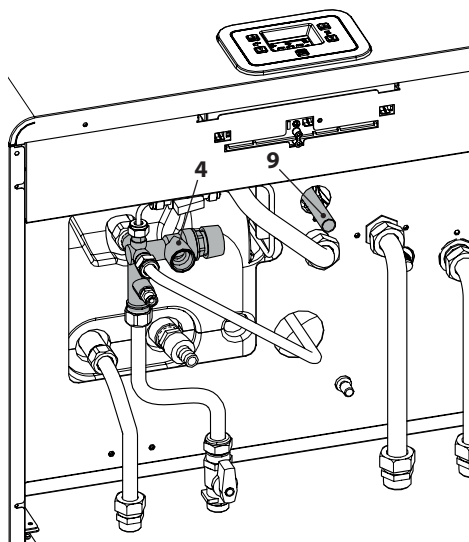

Figura 5.4
- Collegare lo scarico delle valvole di sicurezza 4 e 9 (Figura 5.4) ad un imbuto di scarico.